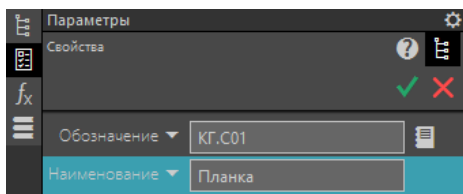

Рисунок 4 – Ввод обозначения и наименования детали
3. В окне параметров свойств модели введите обозначение детали (например, *КГ.С01*) и наименование детали (например, *Планка*) (Рисунок 4).